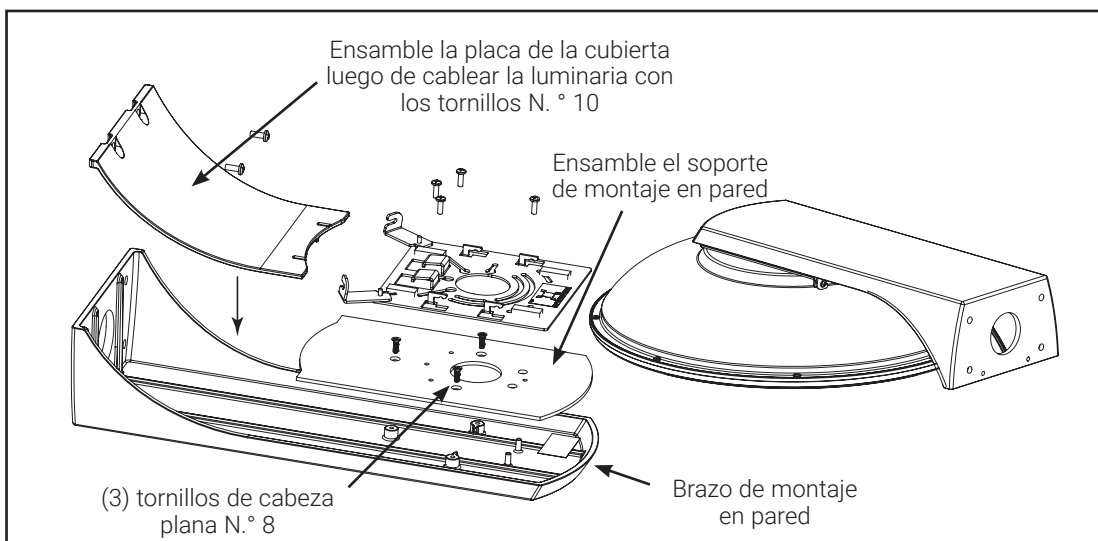

Figure 6
2. Ensamble el soporte de montaje en pared con el brazo de montaje en pared usando los tornillos de cabeza plana N.º 8 que vienen incluidos. (FIG. 6)